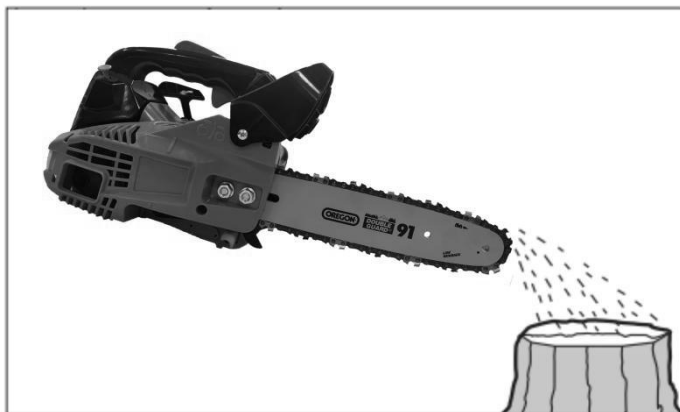

Fig. 13
4. Avant de commencer, vérifiez l'alimentation en huile : allumez la tronçonneuse et maintenez-la au-dessus d'une litière appropriée. S'il est suffisamment lubrifié, une légère traînée d'huile se formera (fig. 13).